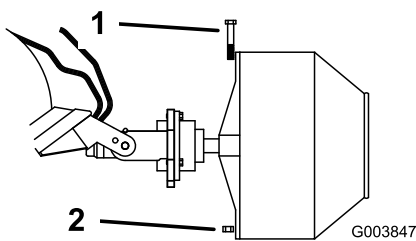

Bild 3
6. Befestigen Sie den Betonmischer am Antriebskopf mit der Schraube und Mutter, die mit dem Antriebskopf mitgeliefert wurden (**Bild 3**).